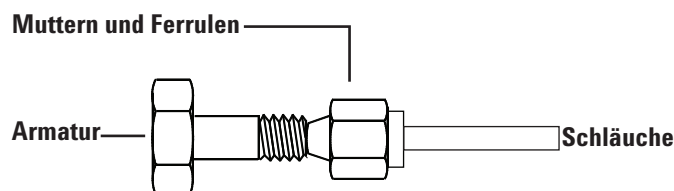

Abbildung 21. Montieren der Armatur
- 2 Schieben Sie die Leitung in Richtung Boden, bis sie fest an der Schulter der Armatur anliegt, und achten Sie darauf, dass die vordere Ferrule die Armatur berührt. Schieben Sie die Swagelok-Mutter über die Ferrule und schrauben Sie sie auf der Armatur (**Abbildung 21**) fest.